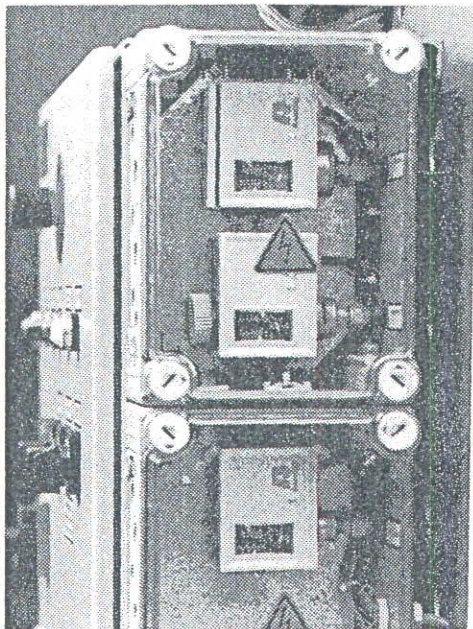

Bild 17: Pressostate im ISO-Gehäuse (23)
Im ISO-Gehäuse (23) befinden sich die zur Sicherung des Kältekreislaufs erforderlichen Pressostate, wie auf Bild 17 gezeigt. Und zwar von oben nach unten:
- B1 Hochdruckwächter DWK (51), ein TÜV-geprüfter und plombierter Pressostat, der den Verdichter (41) bei unzulässig hohem Kondensationsdruck abschaltet.
- B2 Niederdruckwächter (50), ein Sicherheitspressostat, der den Verdichter abschaltet, wenn der Verdampfungsdruck unzulässig sinkt.
- B3 Hochdruckwächter (52) zum Ein- und Ausschalten des Kondensatorlüfters (31).